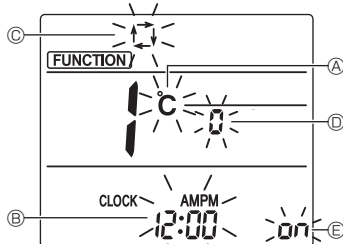

Fig. 6-10
- Skærmen til visningsindstilling vises. (Fig. 6-10)